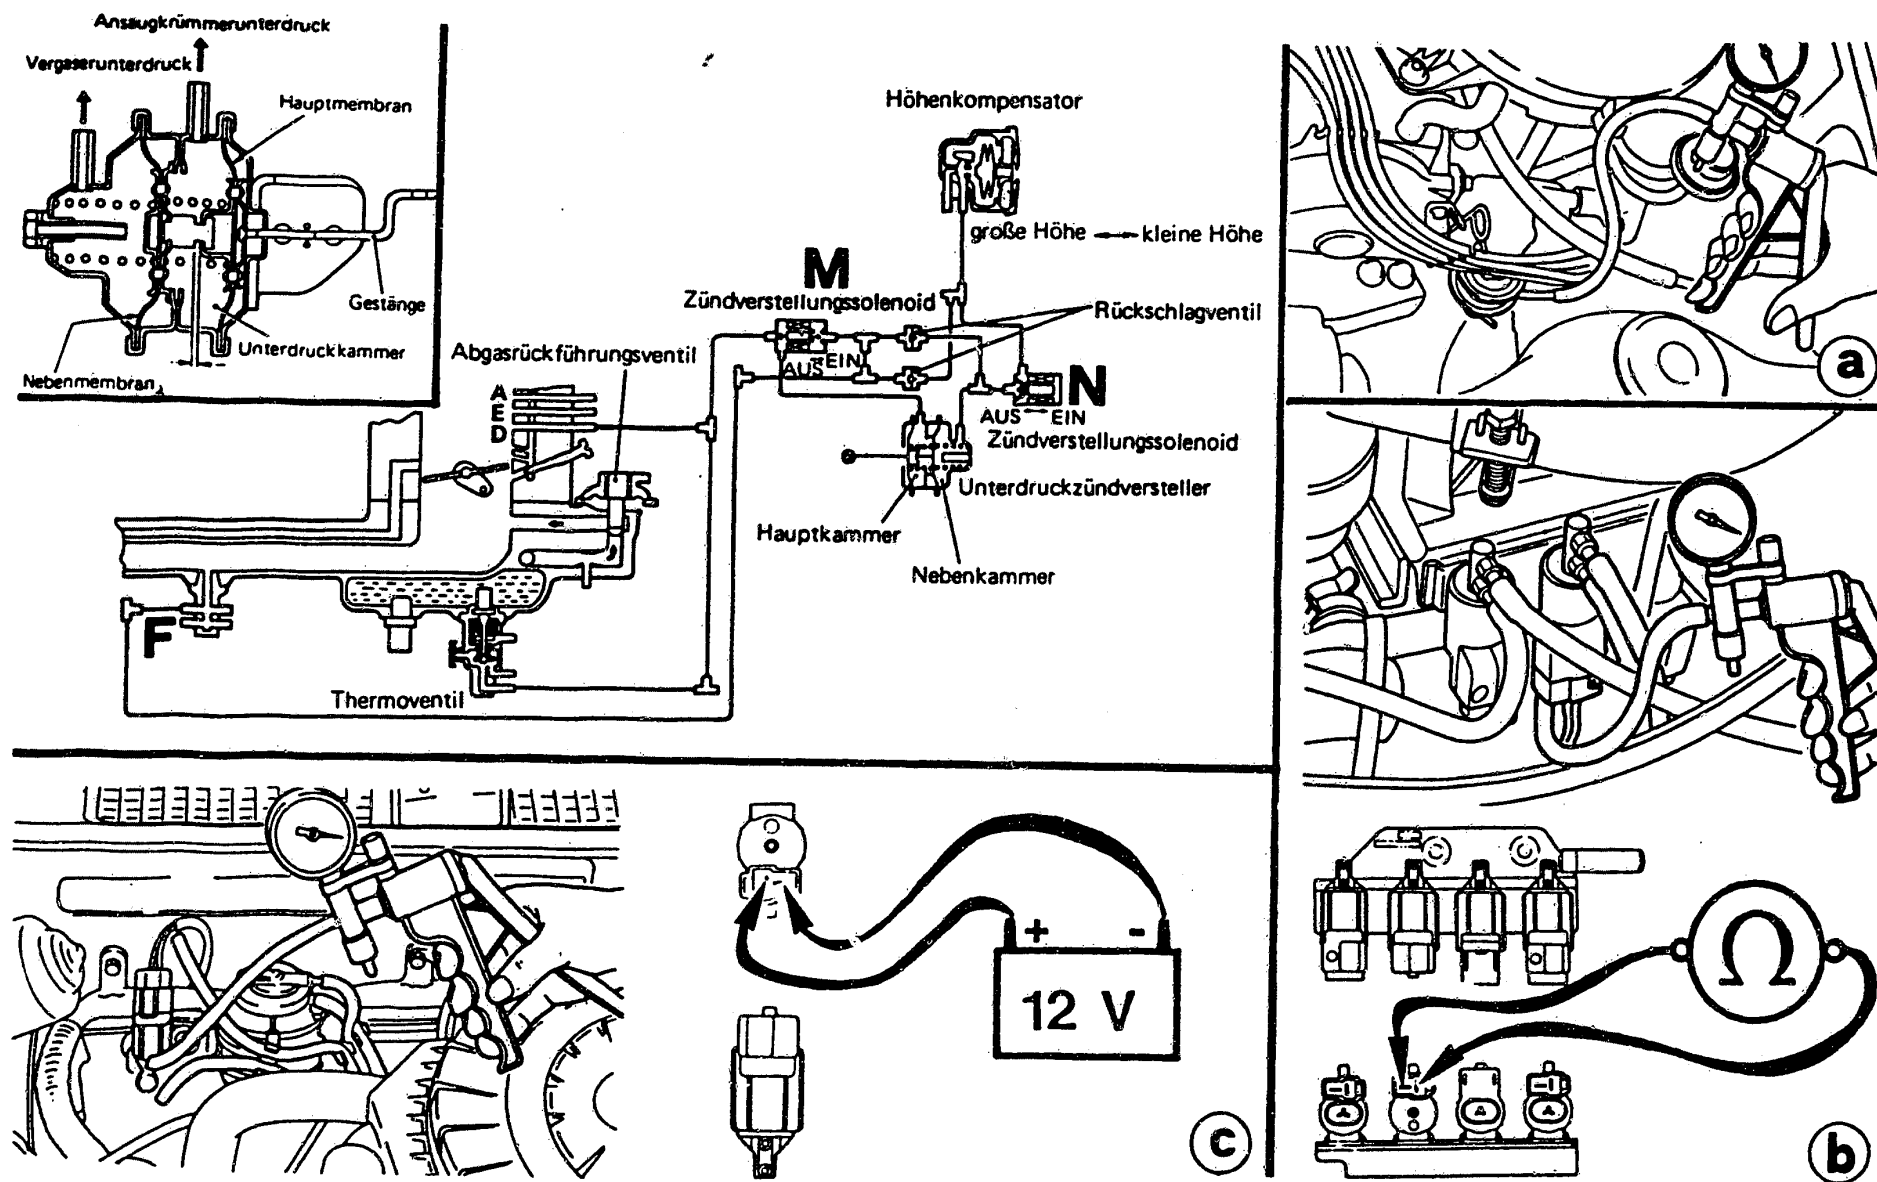

Bild 46 Schema der Unterdruck-Zündverstellung mit Haupt- und Nebenmembrane.
c) Die **Unterdruck-Zündverstellung** erfolgt durch eine Haupt- und eine Nebenmembrane (Bild 46).
Die **Hauptmembrane** erhält im Leerlauf Unterdruck vom Anschluss oberhalb der Drosselklappe (D in Bild 46). Bei erhöhter Drehzahl wird das Magnetventil (M) vom elektronischen Steuergerät umgeschaltet, so dass der Unterdruck vom Ansaugkrümmer (Anschluss F) auf die Hauptmembran einwirkt.
- Die **Prüfung** auf Durchgang ist in Bild 46 b gezeigt. In spannungslosem Zustand ist zu kontrollieren, ob der Durchgang vom schwarzen Unterdruckschlauch her geschlossen, und vom blaugestreiften her offen ist. Bei direkt angelegter Batteriespannung muss es sich umgekehrt verhalten.